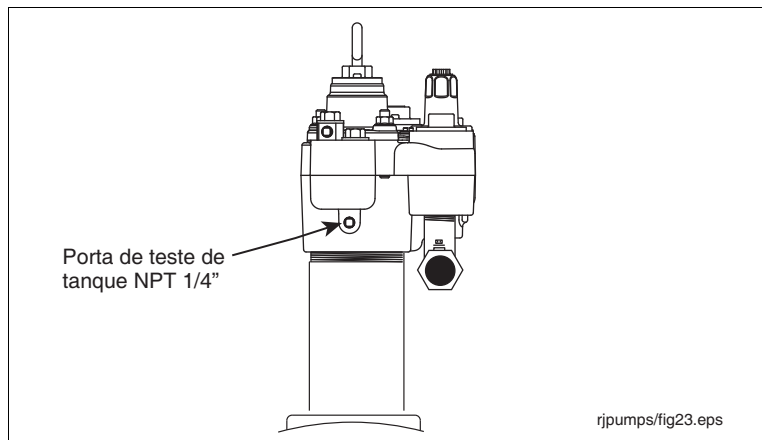

Figura 34. Porta de teste do tanque na câmara
2. Retire e guarde o plugue da porta de teste do tanque de 1/4" NPT e encaixe o equipamento para teste do tanque (ver Figura 34).